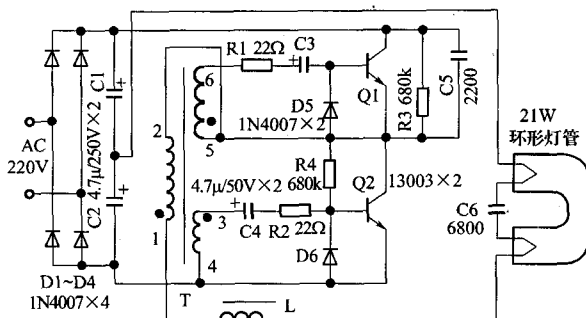

图 1 - 6 广东产环形 NTA - Y21X 吸顶式荧光灯电路
6. 广东产环形 NTA - Y21X 吸顶式荧光灯电路(图 1 - 6)